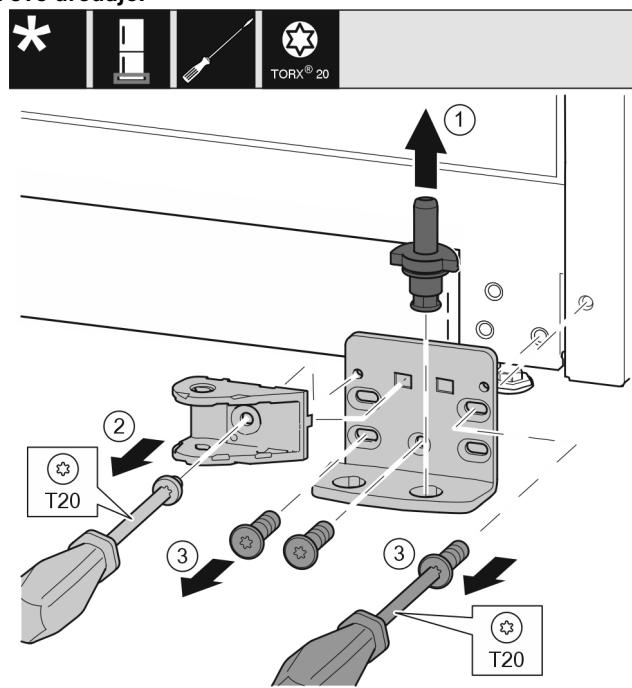

Fig. 34 \*
- Izvucite podložak ležaja kompletno prema gore. Fig. 34 (1)\*